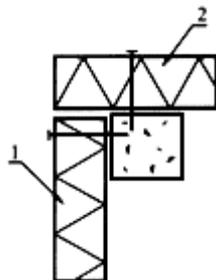

Рис.5
площадке таким образом, чтобы обеспечивался доступ к тем панелям, которые монтируются в первую очередь. Резка панелей в размер осуществляется предварительно, до установки панели на каркас. Монтаж панелей начинается снизу, от фундамента (цоколя) и от любого угла, но с той панели, которая упирается в стык (рис.5, поз.1).
11. После того, как смонтирована одна стена сооружения, приступают к монтажу следующих стен аналогично сказанному выше, не забывая при этом, что в первую очередь монтируются стыковые панели (рис.5, поз.1), а затем нахлестные (рис.5, поз.2).